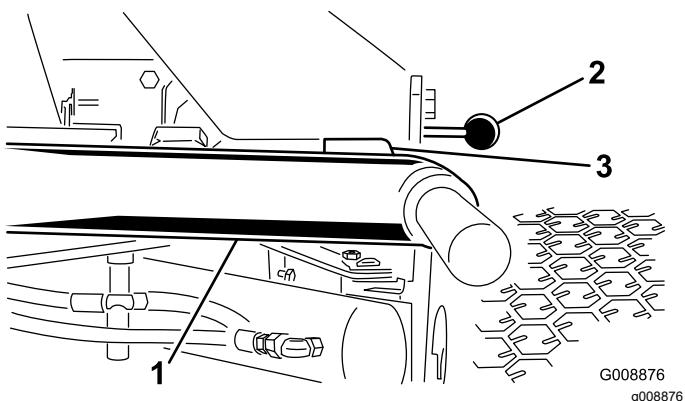

Figure 11
- Mettez le moteur en marche, relevez les plateaux de coupe et vérifiez qu'un espace de 5 à 8 mm sépare chaque bras de relevage et le support de la plaque de plancher (Figure 11).